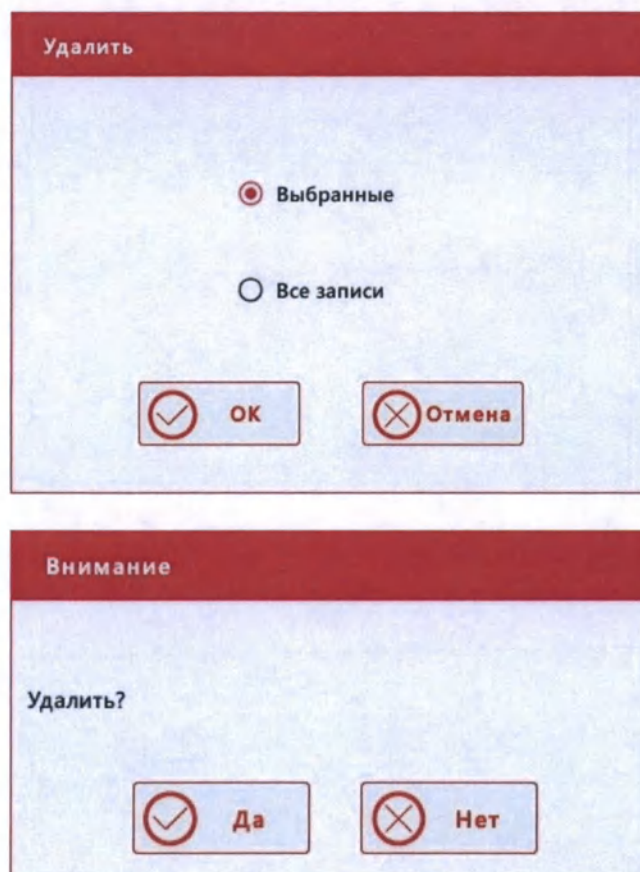

Рис.6.2-5 Диалоговые окна с запросом о подтверждении удаления записей
- 2) Нажмите кнопку «Удалить» – последовательно друг за другом появятся диалоговые окна с запросом об подтверждении удаления записей (Рис.6.2-5). Если кнопка «Удалить» в нижней строке кнопок отсутствует, то нажмите самую правую кнопку в этом ряду «[→]» для её появления.